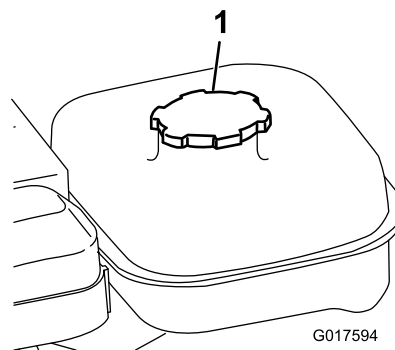

Figura 21
1. Limpe a zona em redor da tampa do depósito de combustível e retire a tampa do depósito (Figura 21). Encha o depósito de combustível apenas até ao fundo do painel do filtro.